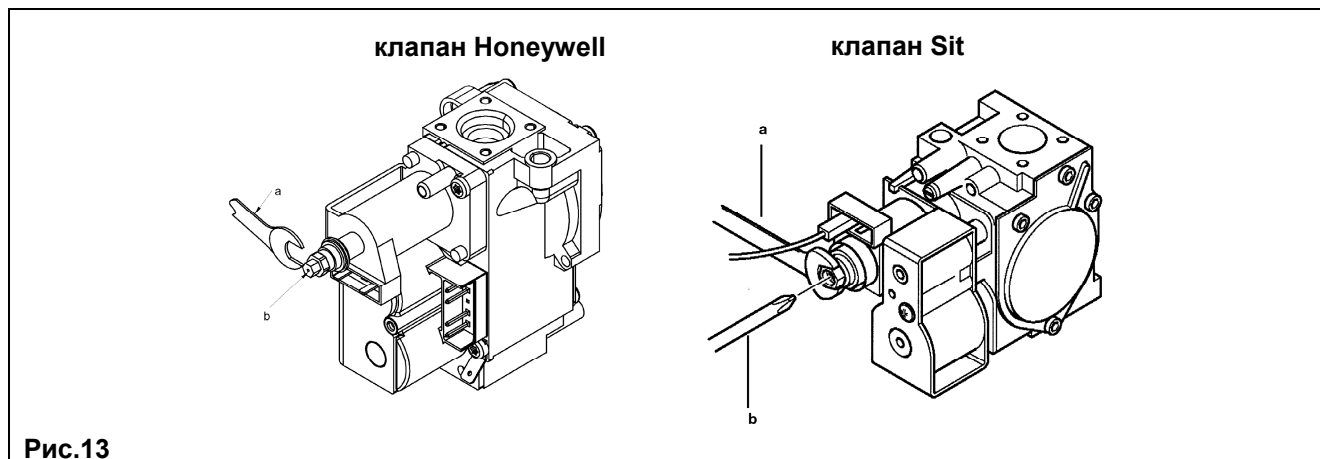

Рис.13
- Проверить давление газа на горелке согласно таблице 1 для соответствующей модели котла и соответствующего типа газа. При необходимости снять крышку модулятора и поворачивать латунный винт (винт a, рис.13) до достижения давления, указанного в таблице 1 для соответствующей модели котла и соответствующего типа газа.
- Отсоединить провод питания модулятора. Котел перейдет в режим минимальной мощности. Проверить давление газа на горелке согласно таблице 1 для соответствующей модели котла и соответствующего типа газа. При необходимости и поворачивать винт (винт b, рис.13) до достижения давления, указанного в таблице 1 для соответствующей модели котла и соответствующего типа газа.